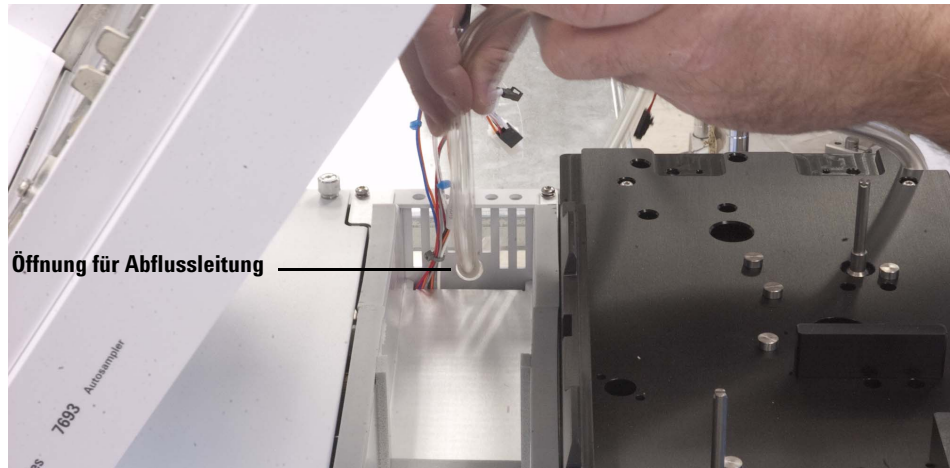

Abb. 51 Führen der Kunststoffabflussleitung durch die Öffnung im Gehäuse
- 36** Halten Sie den Probenteller über der Grundplatte teilweise in Position und führen Sie die Kunststoffabflussleitung durch die Öffnung an der Rückseite des Grundplattengehäuses (Abb. 51).